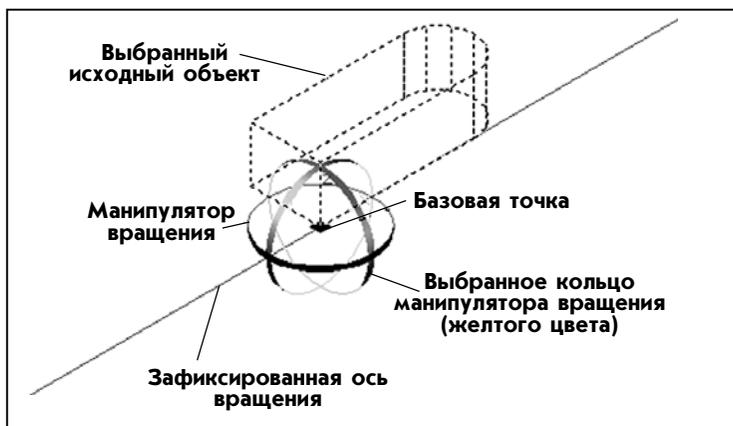

Рис. 8.6. Выбор оси вращения с помощью манипулятора вращения
3. «*Ось вращения: ...*» — для вращения объекта вдоль одной из осей манипулятора вращения подвести указатель-перекрестие к тому кольцу манипулятора, для которого требуется ось является нормалью (рис. 8.6). Как только кольцо изменит цвет на желтый, щелкнуть на нем, чтобы зафиксировать соответствующую ось вращения.